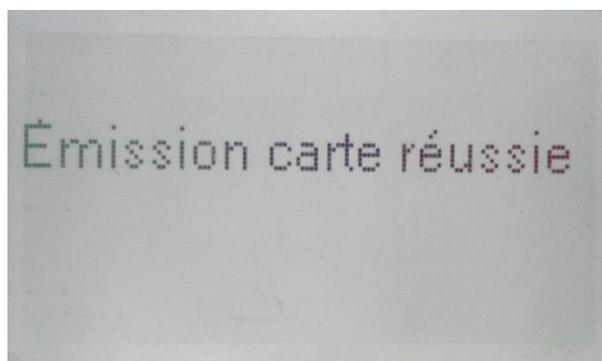

Figure 4-7
- g) Vous pouvez voir l'affichage suivant si la carte a été émise avec succès. Voir Figure 4-7.